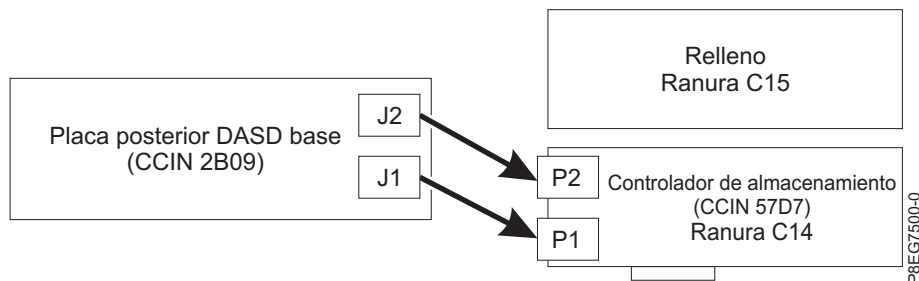

Figura 18. Reconexión del cable SAS en una configuración de almacenamiento base
- Si tiene un adaptador interno PCIe3 x8 SAS RAID (CCIN 57D7) en la ranura P1-C14 (característica de almacenamiento base), un cable SAS conecta el conector de la placa posterior de la unidad de disco inferior (J1) con el conector P1 conector del adaptador. Un cable SAS conecta el conector de la placa posterior de la unidad de disco superior (J2) al conector P2 en el mismo adaptador. Consulte Figura 18.